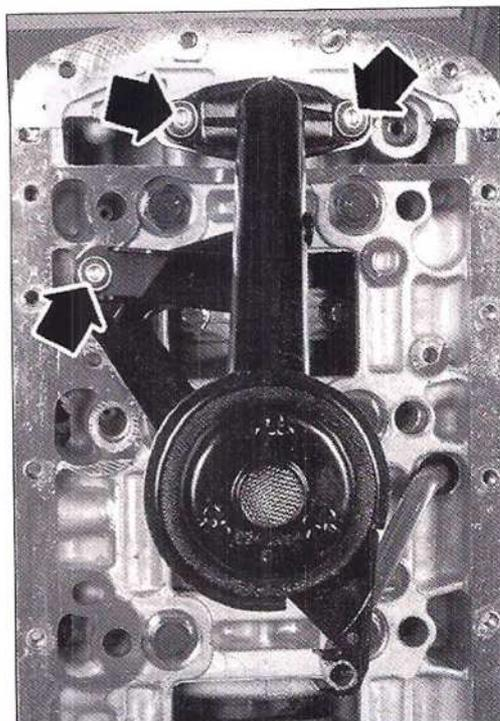

FIG. 26
- los tornillos de fijación del tamiz (Fig.26).